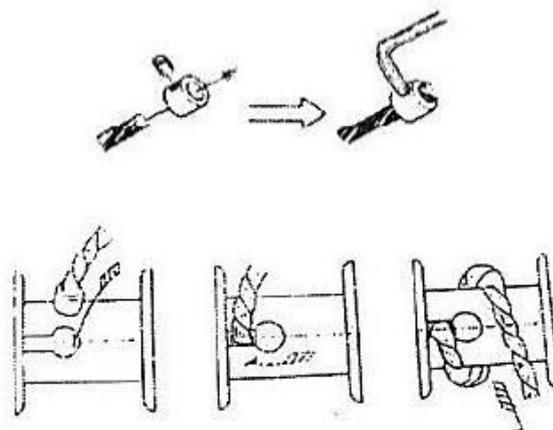

Рисунок 6. Монтаж каната для лебедки ручной канатной GEARSEN JHW грузоподъемностью 2000 кг, 3000 кг
- Для монтажа каната для лебедки ручной GEARSEN JHW грузоподъемностью 2000 кг и 3000 кг (рисунок 6) вставьте конец каната через муфту до конца на 10 мм, плотнo затяните фиксирующий винт с шестигранной головкой. Вставьте муфту каната в отверстие на барабане и наденьте муфту каната на паз.